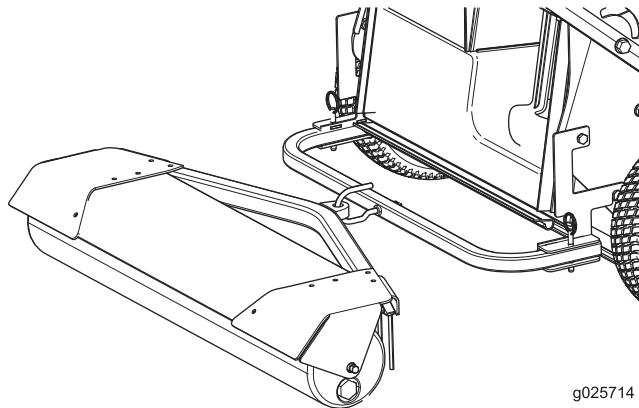

Figura 4
- Conecte el rodillo del accesorio de rayado al gancho (Figura 4).